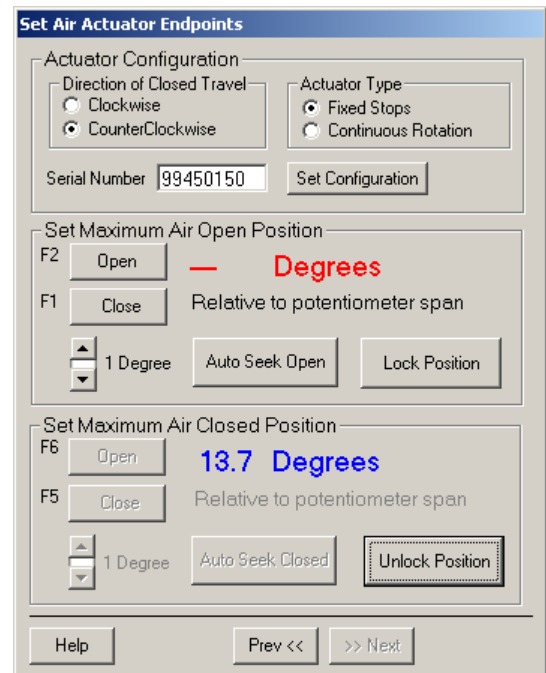

Fig. 10. Déplacez la tringlerie et le registre de l'actionneur de 2 à 5 degrés par rapport à la butée de fermeture mécanique fixe.
6. Déplacez la tringlerie et le registre de l'actionneur de 2 à 5 degrés par rapport à la butée de fermeture mécanique de la tringlerie et du registre. Verrouillez la position fermée de l'actionneur. Voir la Fig. 10.